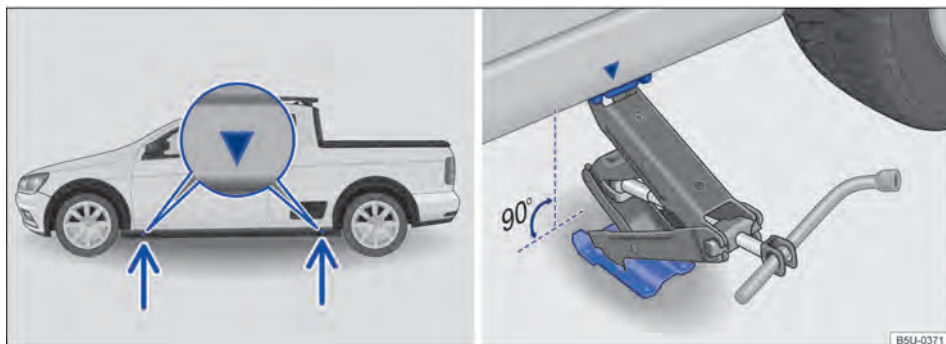

Fig. 198 Pontos de apoio do macaco e macaco posicionado no lado esquerdo traseiro do veículo.
O macaco somente pode ser posicionado nos pontos de apoio indicados (marcação na carroceria) → Fig. 198. É válido o ponto de apoio localizado próximo à roda correspondente → ⚠.
7. Procurar sob o veículo o ponto de apoio do macaco → Fig. 198, mais próximo da roda a ser trocada.
9. Garantir que a base do macaco, com toda sua superfície, esteja sobre o chão e que a base se encontre perpendicularmente abaixo do ponto de colocação → Fig. 198.
10. Alinhar o macaco e, simultaneamente, levantar a garra do macaco até ela se encaixar na travessa debaixo do veículo → Fig. 198.
- Posicionar o macaco somente nos pontos indicados. A garra do macaco deve se encaixar no perfil da longarina de forma segura → Fig. 198.